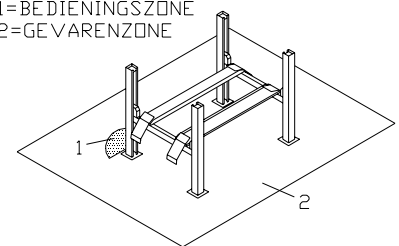

Fig.6
De veiligheidszone (Fig.6) wordt bepaald door de afmetingen van het voertuig.
Tijdens stijg- en daalbewegingen moet de bediener zich in de bedieningszone (1) bevinden, zoals aangegeven in Fig.6. De aanwezigheid van personen onder het voertuig is alleen toegestaan als het voertuig geparkeerd is in de geheven stand.